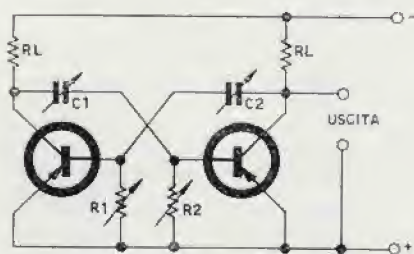

Figura 3
B) Mediante un circuito multivibratore astabile è possibile ottenere un segnale del tipo indicato. Il circuito di principio è del tipo indicato in figura 3.